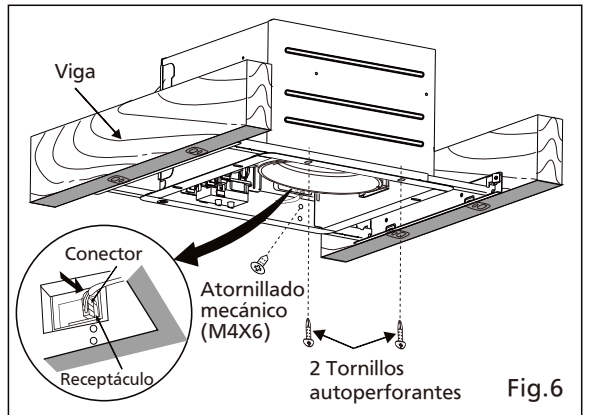

Fig.6
8. Inserte el cuerpo del ventilador y deslícelo por el montaje del adaptador con un poco de fuerza, hasta que la brida se superponga al soporte Flex-Z Fast™. Fije el cuerpo del ventilador al soporte Flex-Z Fast™ usando 2 tornillos auto perforantes, conecte el conector al receptáculo y fije el cuerpo del ventilador al adaptador usando el atornillado mecánico (M4X6). (Fig.6)